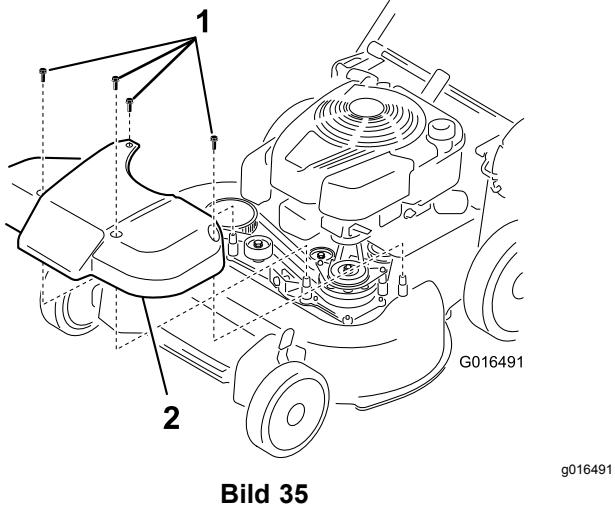

Bild 35
- Nehmen Sie die Abdeckung des Messerantriebs ab (Bild 35).